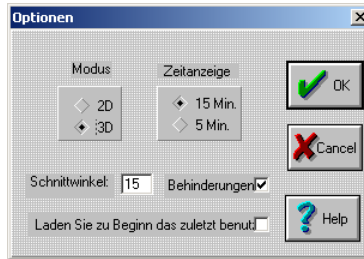

Abbildung A.8. Dialogfeld "Optionen"
Um das Dialogfeld **Optionen** zu öffnen, Abbildung A.8, wählen Sie **Optionen** im Menü **Setup**.
1. Wählen Sie **Optionen** im Menü **Einstellungen**, um das Dialogfeld **Optionen** zu öffnen, wie in Abbildung A.8 abgebildet.